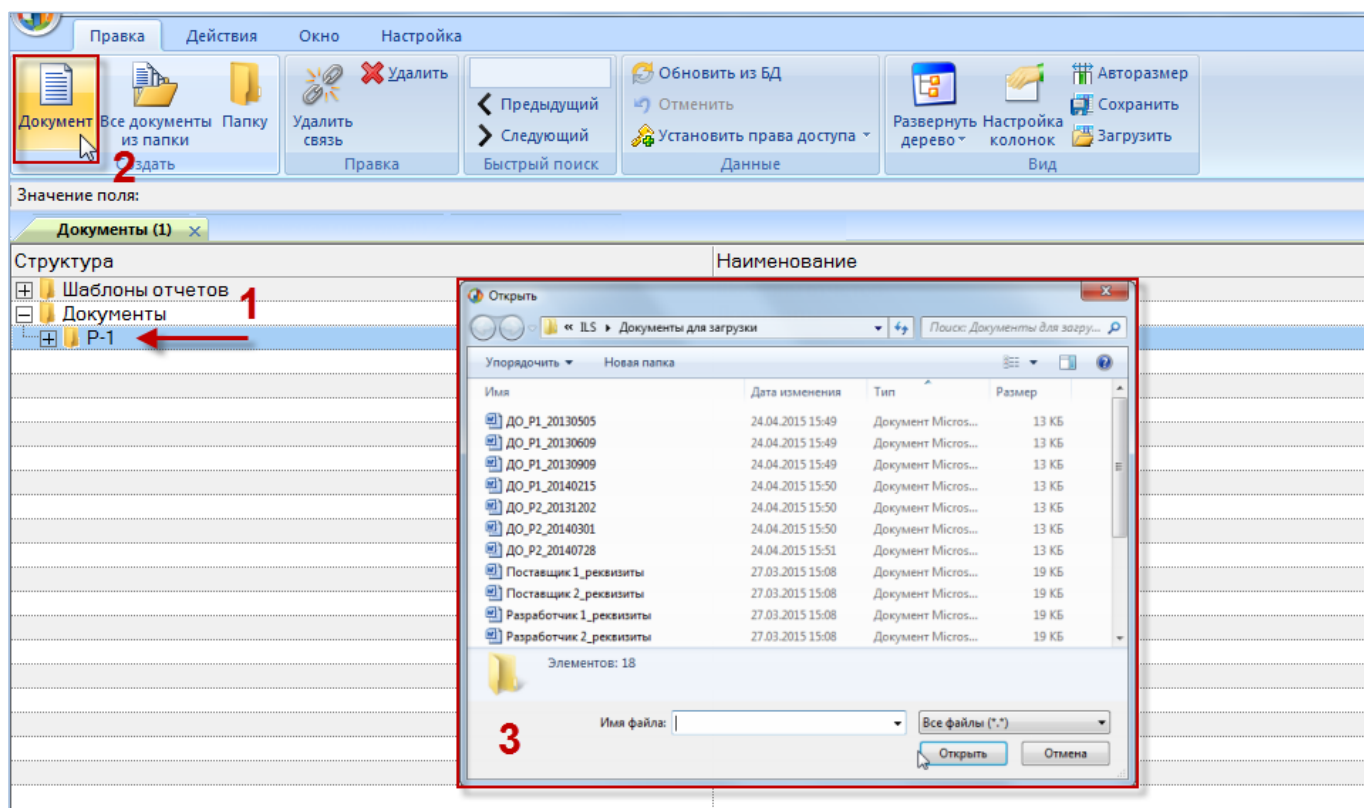

Рис. 8-1 – Добавление документа
- 2) Выделить в таблице строку с нужной папкой, поместив на нее курсор и нажав левую кнопку мыши в любом месте этой строки. Выделенная строка помечается голубым цветом (рис. 8-1).